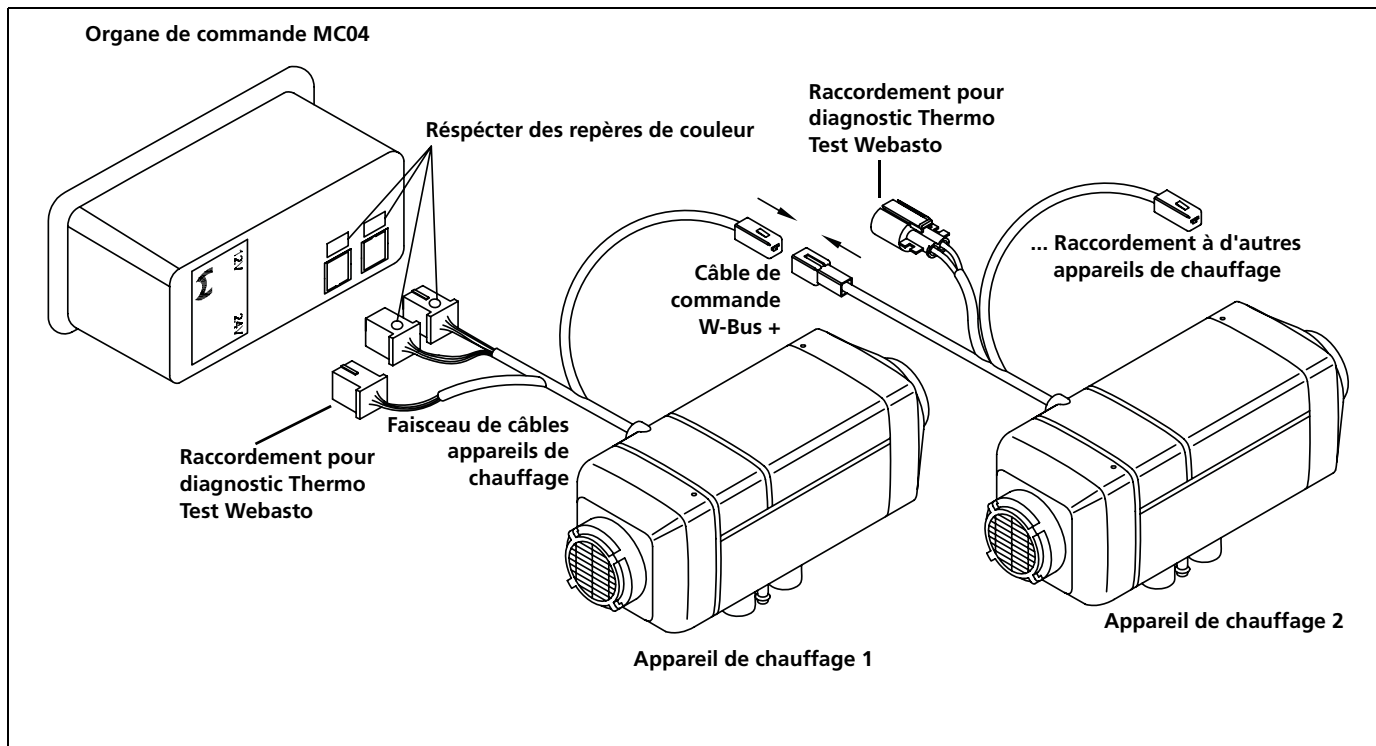

Fig. 2: Schéma de raccordement Air Top Evo 3900 / 5500 AM (raccordement horloge polyvalente 1531 et potentiomètre possible)
2. Établissement des connexions électriques selon le schéma électrique d'ensemble (figures 2 à 6)